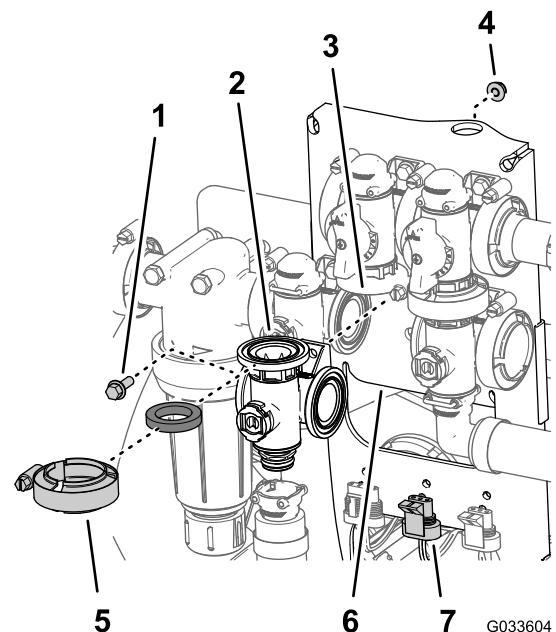

図 127
1. 攪拌バイパスバルブのフランジ、ガスケット、攪拌バイパスバルブのフランジを、整列させる 図 127。
9. 攪拌バルブをバルブマウントに組み付ける; フランジヘッドボルトとフランジロックナット 図 127 はステップ 3 攪拌マニホールドバルブの取り外し (ページ 77) で取り外したものを使用し、ボルトとナットを 10-12 N·m 1.0-1.2 kg/cm2 = 90-110 in-lb にトルク締めする。